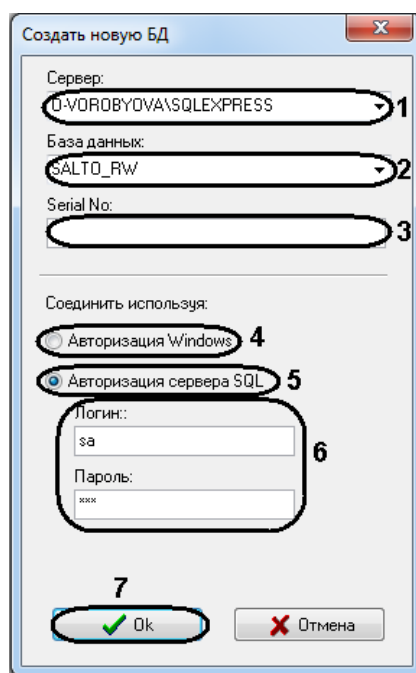

Рис. 3.2—2 Создание новой базы данных
4. В поле **База данных** ввести название новой базы данных (см. Рис. 3.2—2, 2).